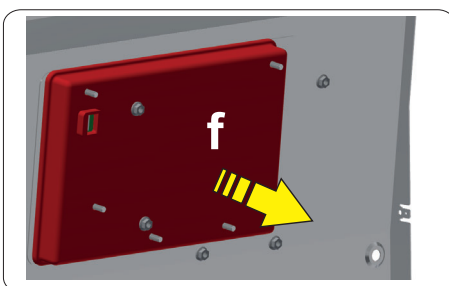

Abb. 13
- Entnehmen Sie das Plastik-Schutzgehäuse (Punkt **f** - siehe **Abb. 13**).